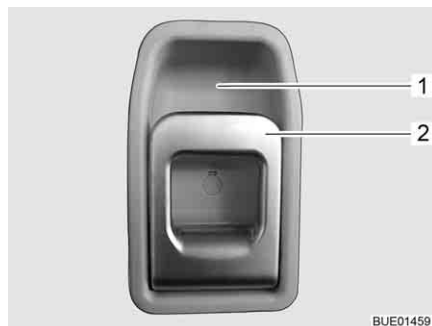

Bild 31 Türschloss Eingangstür, innen
- Am Griff (Bild 31,2) ziehen. Das Türschloss wird entriegelt.
- Den Griff (Bild 31,2) oben in Richtung Griffschale (Bild 31,1) drücken.